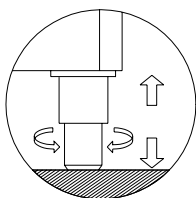

Fig. 1
- Sistemare il frigorifero su una superficie piana e livellata (agire sui piedini regolabili). (**Fig. 1**)